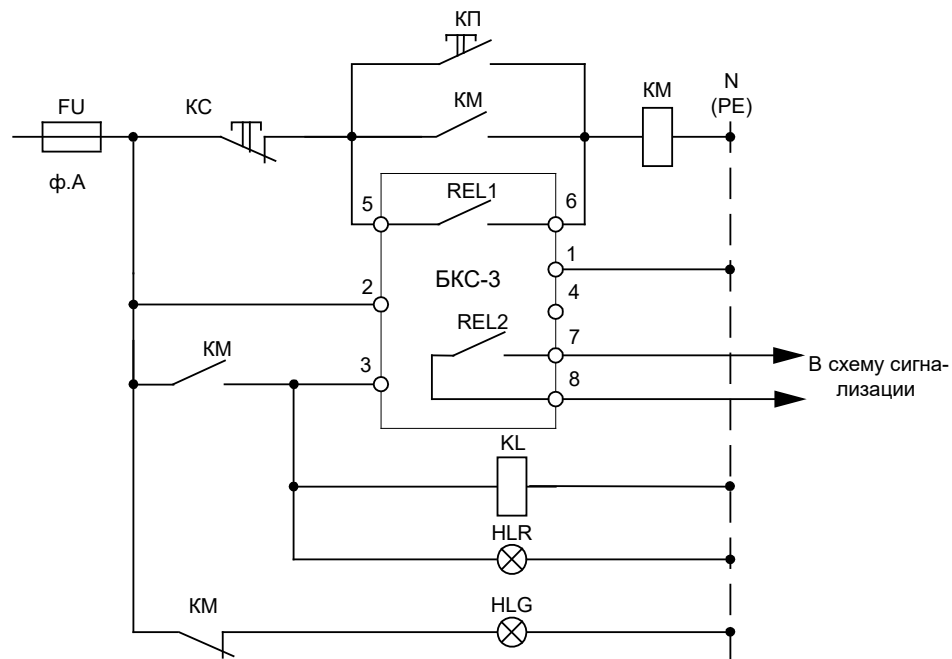

Рис. 1. Типовая схема включения устройства БКС-3
Габаритные, установочные и присоединительные размеры приведены на рис.1.
4.3.1. Схема подключения блока БКС-3 приведена на рис.1 и рис.2.